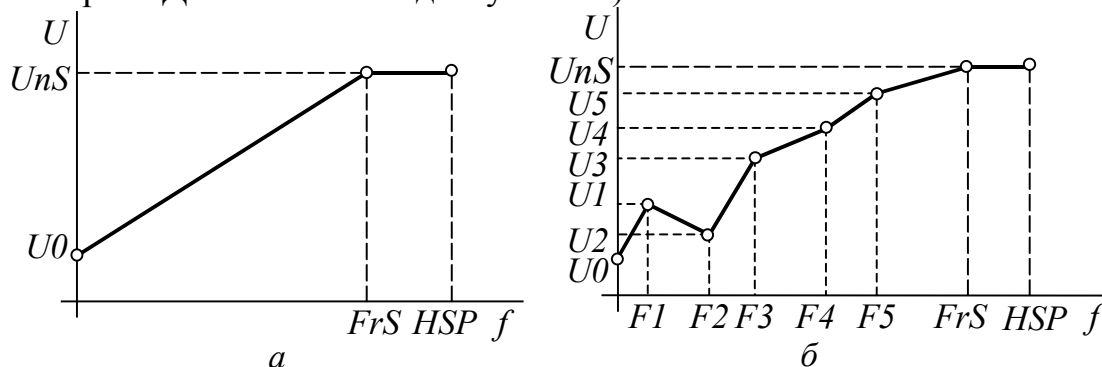

Рис. 6.1 Вольт-частотные характеристики законов [V/F 2pts] (а) и [V/F 5pts] (б)
Скалярные законы управления обеспечивают зависимости между напряжением и частотой (вольт-частотные характеристики, ВЧХ), показанные на рис. 6.1. Координаты точек ВЧХ задаются одноименными параметрами  $U_0 \dots U_5$ ,  $F_1 \dots F_5$ , доступными после выбора соответствующего закона. Параметр  $U_0$  задает уровень начальной форсировки напряжения при нулевой скорости, необходимый для обеспечения нужного уровня пускового момента (при увеличении  $U_0$  момент возрастает). Эта форсировка компенсирует падение напряжения в активном сопротивлении обмотки статора (т.н. «IR-компенсация»). Используя опцию UF5, [V/F 5pts], можно реализовать ВЧХ любой формы (например, квадратичную  $U/f^2 = const$  или с повышенным пусковым моментом). В диапазоне частот  $FrS > f > HSP$ , наступает режим ослабления поля (вторая зона регулирования), в котором частота изменяется при неизменном напряжении, а магнитный поток меньше номинального и примерно обратно пропорционален выходной частоте.
- UFr, [IR compensation], [IR-компенсация] – степень IR-компенсации (25... 200%). Действие аналогично параметру U0 в скалярных законах управления (ср. рис. 6.1 и 6.2);